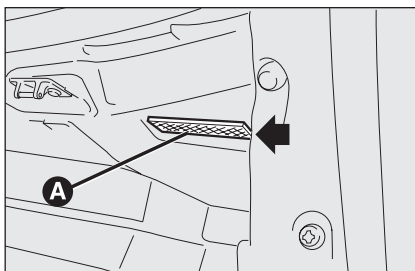
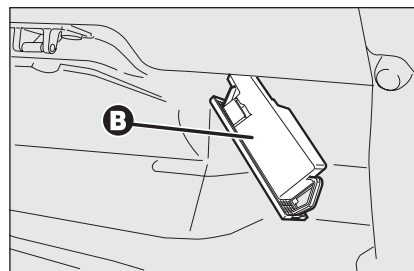

fig. 50
fig. 51
- enlever le plafonnier **A-fig. 50** en faisant levier sur le point indiqué par la flèche;
- soulever la protection **B-fig. 51** et remplacer l'ampoule engagée à pression;
- refermer la protection **B-fig. 51** sur le plafonnier **A-fig. 50**;